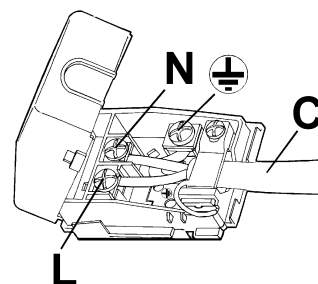

FIG. 7
- Se o aparelho não tiver o cabo de alimentação, conectar na régua de bornes um cabo com secção adequada (ver tabela parágrafo 6) mantendo o condutor de terra mais longo em relação aos condutores de fase e, seguindo o esquema da fig. 7.
- aplicar no cabo de alimentação "C", se este não a possuir, uma ficha normalizada adequada à carga indicada na etiqueta de características. Efectuar a ligação dos cabos segundo o esquema da fig. 7 prestando atenção em respeitar as relações abaixo indicadas: